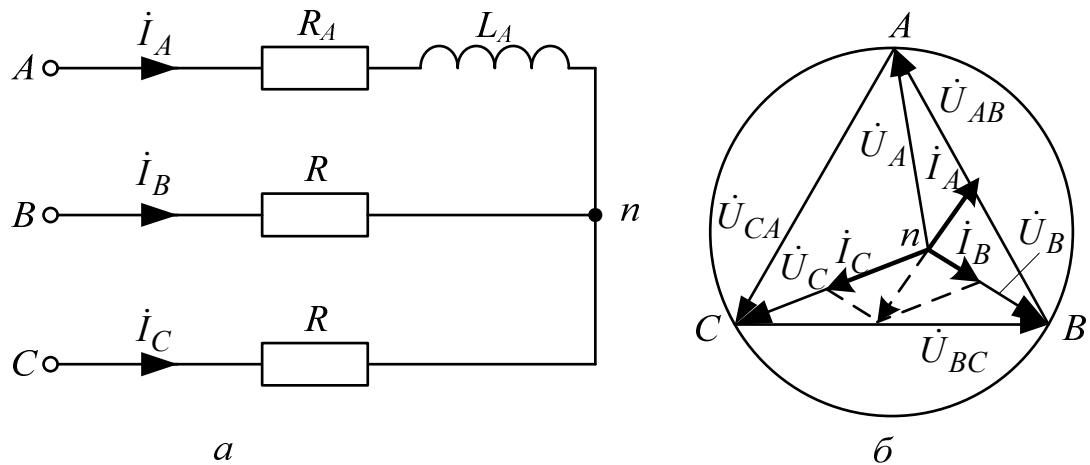

Рис. 9.3.
Также из векторной диаграммы находится положение вектора тока особой фазы при индуктивно-активном характере нагрузки (две последовательно соединенные и согласно включенные катушки по 900 витков, размещенные на сердечнике с воздушным зазором) в соответствии с первым законом Кирхгофа (рис. 9.3). Найденный по этой диаграмме угол сдвига фаз напряжения и тока особой фазы  $\phi$  используется при построении векторной диаграммы цепи с нулевым проводом при том же характере нагрузки особой фазы.
6. Для случая включения в фазу  $A$  катушки с параметрами  $R$ ,  $L$  (цепь без нулевого провода) на диаграмме построены все напряжения и токи двух других фаз (рис. 9.3).
8. Куда сместится нейтральная точка  $n$  на диаграмме рис. 9.3, б, если в фазу  $A$  схемы рис. 9.3, а вместо катушки включить конденсатор?